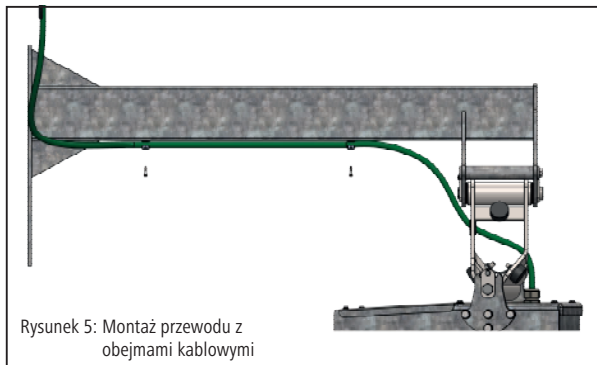

Rysunek 4: Montaż górnej osi przegubu
1. Wymontować górną oś (rys. 4 – poz. 6) z elementu przegubowego.
5. Wsunąć górną oś (rys. 4 – poz. 6) przez łożysko w ramieniu i element przegubowy i zamontować.
6. Przymocować oś śrubą mocującą M14 (rys. 4 – poz. 10).
7. Za pomocą śruby (rys. 4 – poz. 18) i nakrętki samozaciskowej (rys. 4 – poz. 19) zabezpieczyć oś przed przekręcaniem.
8. Za pomocą blachy zabezpieczającej (rys. 4 – poz. 11), śruby (rys. 4 – poz. 11), podkładek (rys. 4 – poz. 12) i nakrętki samozaciskowej (rys. 4 – poz. 13) zabezpieczyć śrubę mocującą M14 przed odkręceniem. Zamocować przewód silnika na ramieniu za pomocą obejm i śrub samogwintujących (rys. 5).